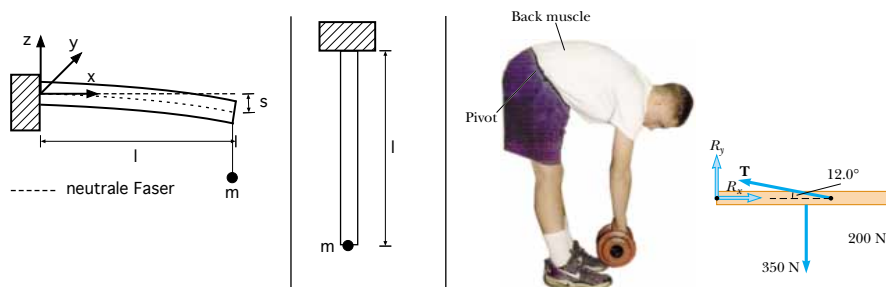

Abbildung 1: Links, Mitte: zu Aufgabe 2. Rechts: zu Aufgabe 3.
Ein Rundstab ($r = 0,5\text{cm}$) der Länge $l = 1\text{m}$ sei an einem Ende horizontal eingespannt, und an dem anderen Ende mit einem Gewicht von $m = 20\text{kg}$ belastet (Abbildung 1 links). Vernachlässigen Sie die Masse des Rundstabs.
- Geben Sie die Gleichung der neutralen Faser $z(x)$, also der Biegekurve des Balkens, an. Im Gleichgewicht muß das Biegemoment $M_B = \frac{EI}{R}$ gleich dem äußeren Drehmoment auf Grund des Gewichts m sein (E : Elastizitätsmodul, I : axiales Flächenträgheitsmoment, R : (lokaler) Krümmungsradius des Balkens). Geben Sie mit Hilfe der Näherungsformel für die Krümmung einer ebenen Kurve, $\frac{1}{R} \approx -\frac{d^2z}{dx^2}$, die Differentialgleichung für $z(x)$ an und lösen Sie sie. Bitte benutzen Sie das in Abbildung 1 links eingezeichnete Koordinatensystem.
- Wie groß ist die Durchbiegung s des Rundstabs (Abbildung 1 links)?
- Der Stab hänge nun vertikal an der Decke, die Masse m sei am unteren Ende befestigt (Abbildung 1 Mitte). Wenn diese Masse nach unten ausgelenkt wird, und damit den Stab um Δl dehnt, wie groß ist dann die Periodendauer T_l der (ungedämpften) Streckschwingung?
Eine Person bückt sich nach vorne um ein 200N -Objekt aufzuheben. Statt es „mit den Knien“ aufzuheben, hebt er es „mit dem Rücken“. Betrachten Sie das in Abbildung 1 rechts gezeigte Modell um die beteiligten Kräfte auszurechnen. Die Wirbelsäule und der Oberkörper werden als horizontaler Balken dargestellt mit einem Gewicht von 350N . Die Wirbelsäule biegt sich hauptsächlich am fünften Lendenwirbel. Die Stützkraft wird im Wesentlichen durch den *musculus erector spinae*, dem „Aufrichter der Wirbelsäule“ ausgeübt (eigentlich eine ganze Gruppe von Muskeln). In dem Modell sei er bei einem Abstand von $2/3$ der Oberkörperlänge befestigt um den Rücken in der Position zu halten. Der Winkel zwischen der Wirbelsäule (dem Balken) und diesem Muskel ist $\alpha = 12^\circ$. Berechnen Sie die Spannung T im Rückenmuskel und die Kompressionskraft R_x , die auf die Wirbelsäule drückt.